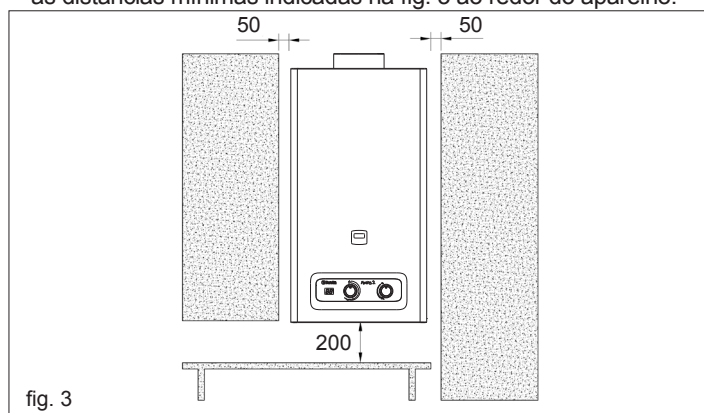

fig. 3
- Para consentir as operações de manutenção é indispensável deixar as distâncias mínimas indicadas na fig. 3 ao redor do aparelho.
- O esquentador instantâneo nunca deve ser fechado hermeticamente em um móvel ou em um nicho mas deve ser previsto um adequado afluxo de ar (fig. 3).